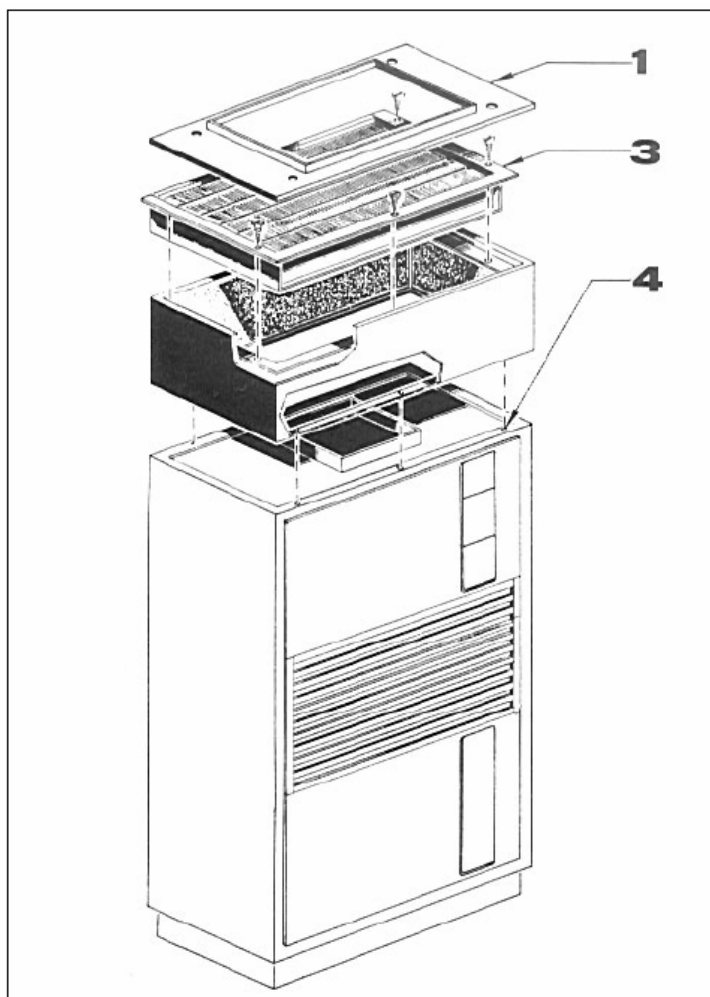

Рис. 7
- Снимите верхний фланец кожуха (1) (Рис. 7).
- Отвинтите винты, крепящие теплообменник (3) к кожуху, и выньте теплообменник.
- Разместите кожух (1) поверх вентиляторной секции (4) и закрепите ее с помощью ранее отвинченных винтов.